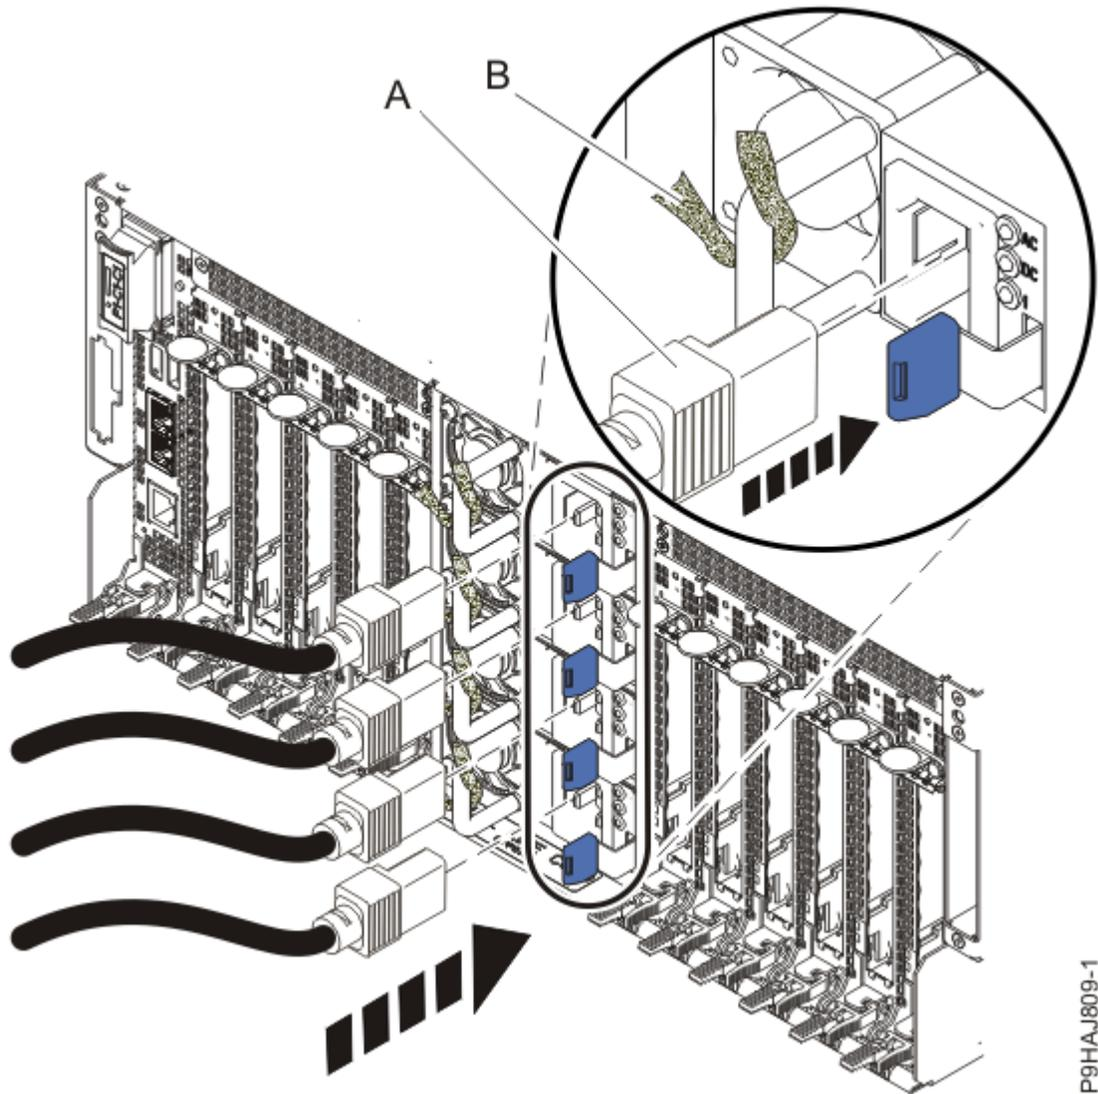

図 41. 電源コードのプラグの差し込みと、ファスナーを使用したケーブルの固定
6. 電源コードのプラグを電源装置 **(A)** に差し込みます。『51 ページの図 41』を参照してください。
8. ケーブル・タイと面ファスナー **(B)** を使用してコードとケーブルを接続します (51 ページの図 41 を参照)。